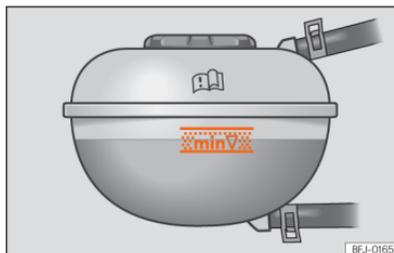

Abb. 205 Im Frontraum: Markierung am Kühlmittelausgleichsbehälter.
- Überprüfen Sie bei kaltem Motor den Kühlmittelstand an den seitlichen Markierungen des Ausgleichsbehälters »» » (Abb. 205). Der Kühlmittelstand muss zwischen den Markierungen liegen.
»» [Abb. 205]. **Nicht über die Oberkante des markierten Bereichs auffüllen** »» ⚠.
- Das Kühlmittel darf beim Auffüllen die Oberkante des markierten Bereichs nicht überschreiten »» [Abb. 205]. Andernfalls kann überschüssige Flüssigkeit bei steigender Temperatur aus dem Motorkühlsystem ausgestoßen werden und Schäden verursachen.